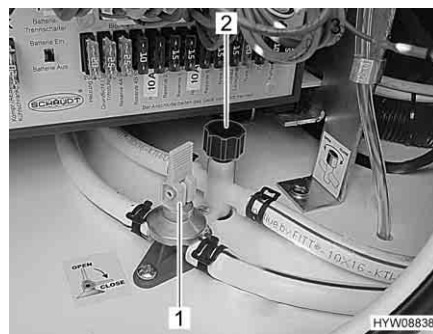

Fig. 119 Rubinetti di scarico
- Chiudere i rubinetti di scarico. Ruotare i coperchi (Fig. 119,2) in senso orario e posizionare la leva a bilanciere (Fig. 119,1) in posizione orizzontale.
- Aprire i rubinetti di scarico (Fig. 119,1 e 2). A questo scopo, ruotare il coperchio (Fig. 119,2) in senso antiorario e posizionare verticalmente la leva a bilanciere (Fig. 119,1).